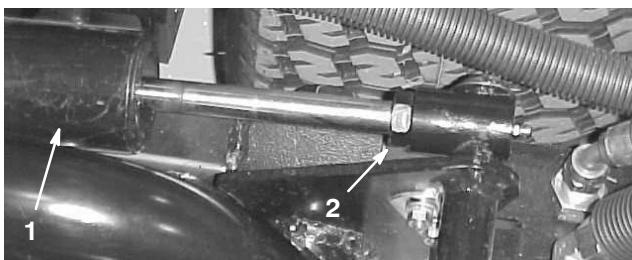

Figure 9
3. Mettez le moteur en marche, relevez les plateaux de coupe et vérifiez que l'écartement entre le segment d'usure sur le dessus de la barre d'usure du plateau arrière et la bride de butée est compris entre 0,51 et 2,54 mm (Fig. 8). Si ce n'est pas le cas, réglez le vérin arrière de manière à obtenir l'écartement voulu. Pour régler le vérin, abaissez les plateaux de coupe et reculez l'écrou de blocage sur le vérin (Fig. 9). En vous aidant d'une pince et d'un chiffon, tenez la tige du vérin près de l'écrou et tournez la tige. Relevez les plateaux de coupe et vérifiez l'écartement. Répétez la procédure au besoin. Resserrez l'écrou de blocage de chape.